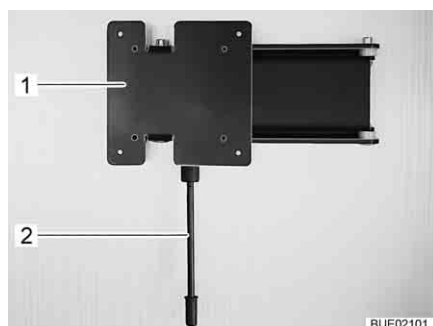

Fig. 76 Supporto a parete
- Tirare verso il basso la leva di sbloccaggio (Fig. 76,1) e ruotare il supporto (Fig. 76,2) con lo schermo piatto nella posizione desiderata.